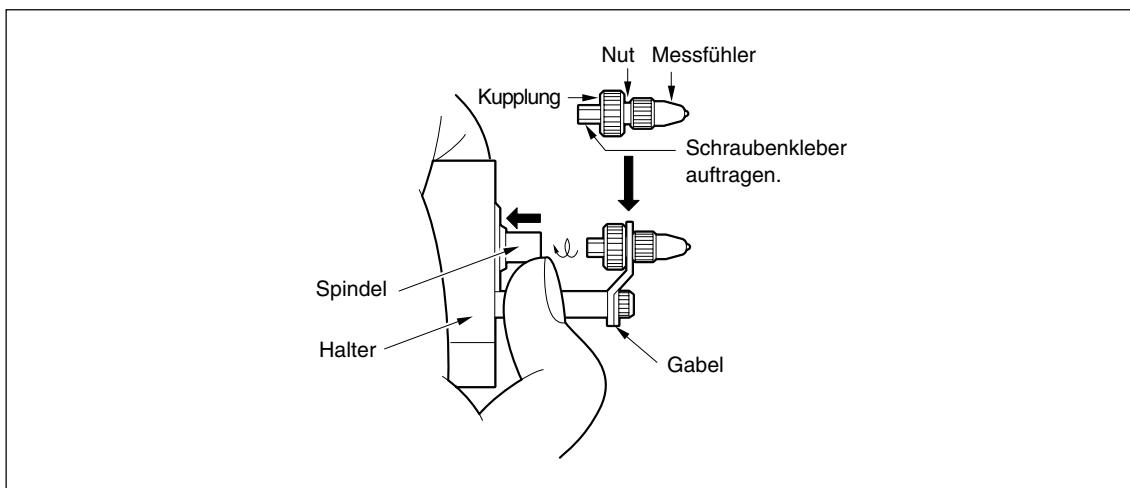

Abb. 5 Montieren des Messfühlers
- Montieren Sie den Messfühler. Drücken Sie die Spindel mit dem Finger hinein, setzen Sie die Gabel in die Nut zwischen dem Messfühler und der Kupplung ein, und schrauben Sie den Messfühler in dieser Stellung auf die Spindel. (Abb. 5)